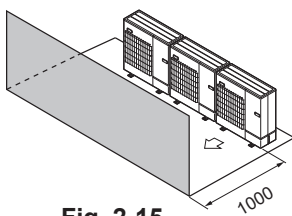

Fig. 2-15
- ③ Hindernisse nur auf der Vorderseite (Fig. 2-15)